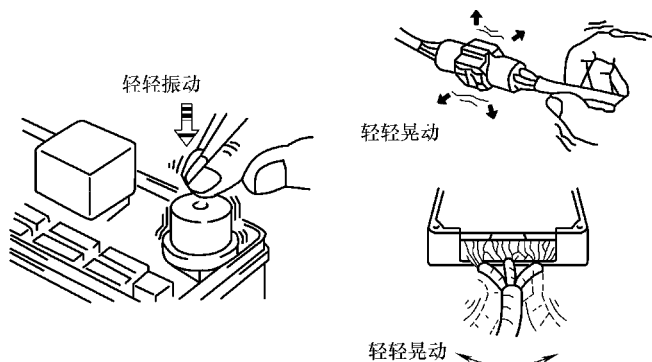

图 5-76 轻轻振动可能引起故障的零部件
(1) 振动法 用手指轻轻振动可能引起故障的零部件，在垂直和水平方向轻轻晃动连接器或线束，检查是否发生故障，如图 5-76 所示。